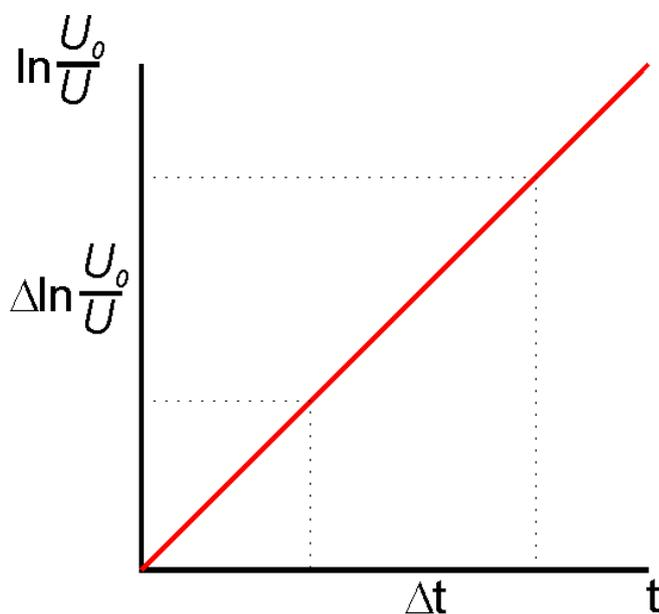

Рис. 3
Полученные теоретические зависимости напряжения на конденсаторе при его разряде или заряде могут быть проверены экспериментально. Для этого следует измерить значения напряжения в разные моменты времени и результаты измерений изобразить в виде точек на координатной плоскости  $XOY$ , где  $X=t$ ,  $Y=\ln \frac{U_0}{U}$  (операция линеаризации функции). Если экспериментальные точки в пределах точности измерений ложатся на прямую (рис. 3), то это подтверждает зависимости (4) и (7).